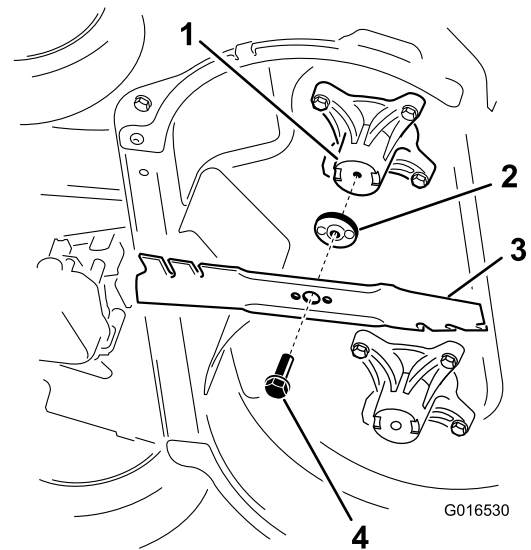

Figura 41
- Retire cada cuchilla, según se muestra en Figura 41.
- Instale la primera cuchilla en posición horizontal, junto con todos los herrajes de montaje, según se muestra en Figura 41.